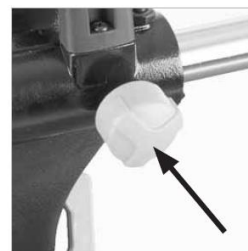

Fig. 24
- Зафиксируйте скользящую каретку винтом (Fig.24)